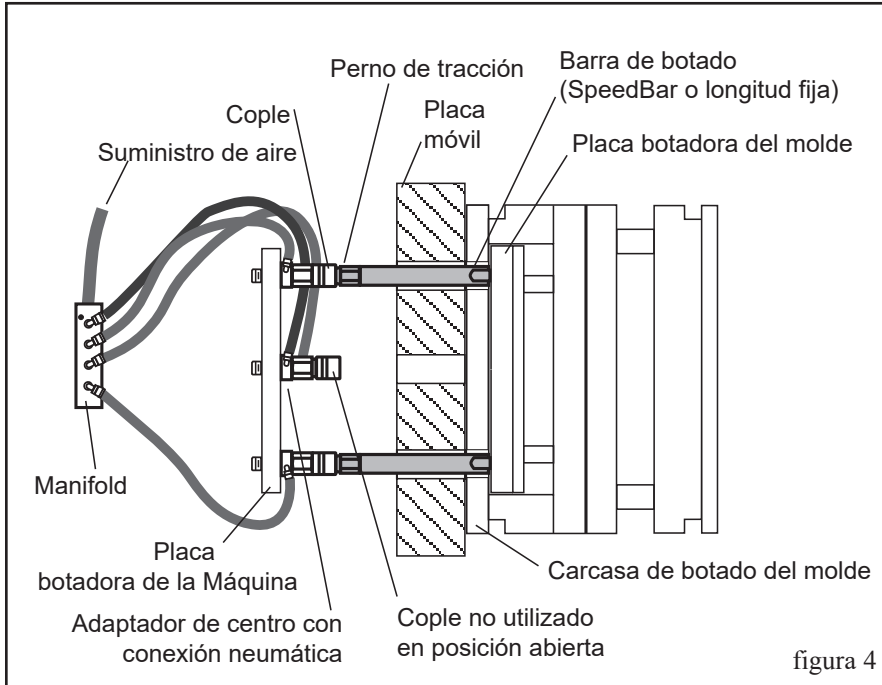

figura 4
2. Instale los conectores neumáticos al adaptador central de acuerdo a la figura 4